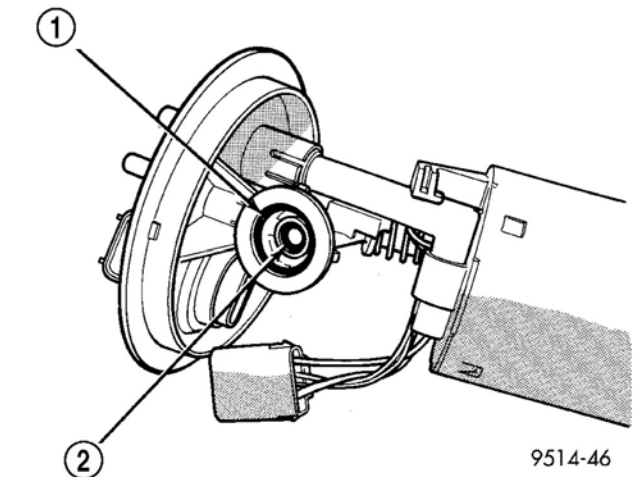

图 9 燃油压力调节器的 O 形环
燃油压力调节器是属于燃油泵模块（图 9）的一部分。卸下燃油箱上的燃油泵模块，以便进入燃油压力调节器。参见本节中的燃油泵模块的拆卸。
- (1) 把 O 形环涂上一层薄薄的清洁机油，然后放进油泵模块的开口（图 9）。
- (2) 把调节器压进油泵模块的开口。
- (3) 把调节器固定座上的椎舌包裹在外壳的垫片上面。